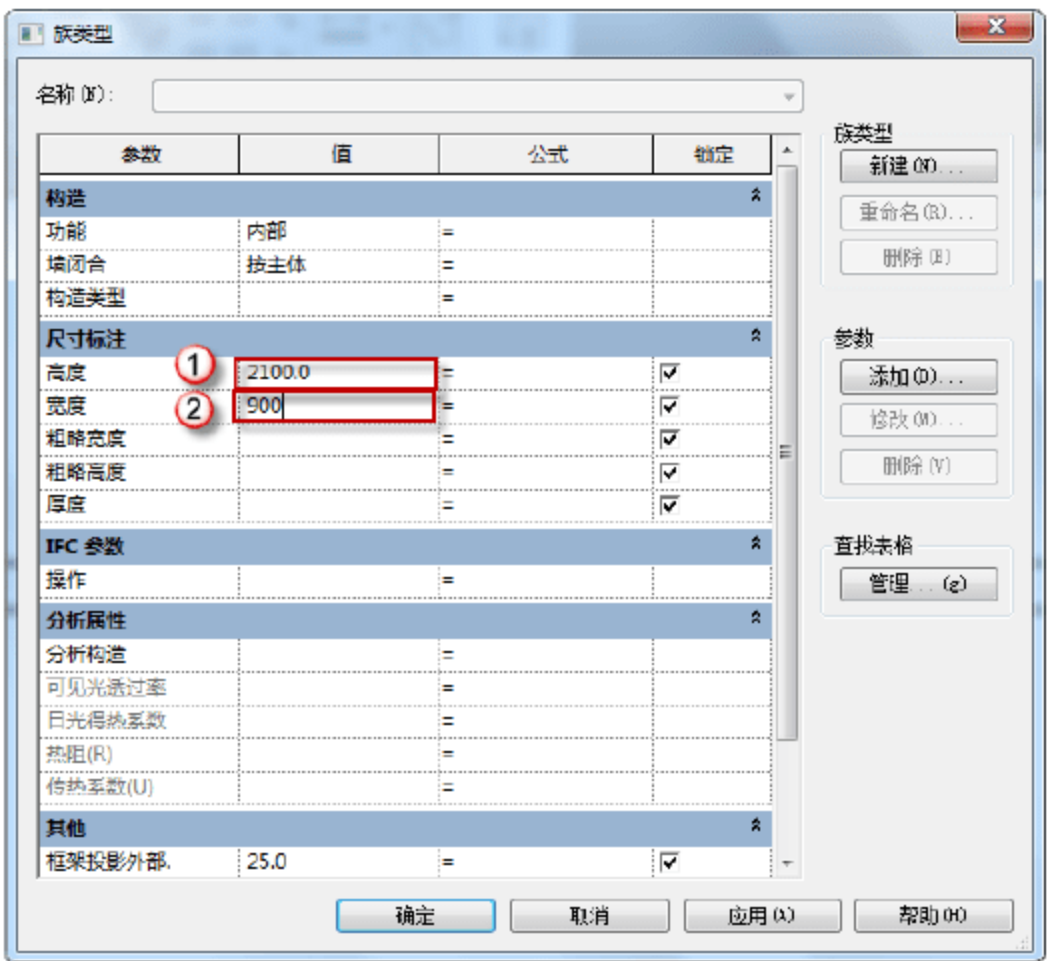

图 6.1.5 修改尺寸标注
(4) 修改门的尺寸标注。在不关闭已经打开的“带百叶门 M0921”族的族类型的情况下，选择屏幕操作区“尺寸标注”栏，在“高度”中输入“2100”字样，在“宽度”中输入“900”字样，如图 6.1.5 所示。